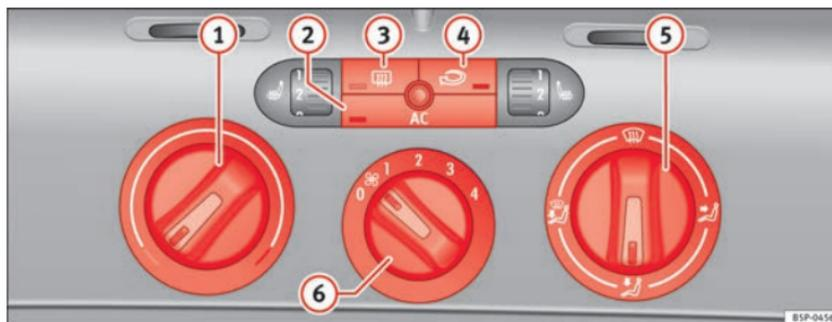

Fig. 108 Sulla plancia portastrumenti: i comandi del Climatic
- Ruotare verso destra la manopola di regolazione della temperatura ⇒ fig. 108 ① portandola sul livello desiderato.